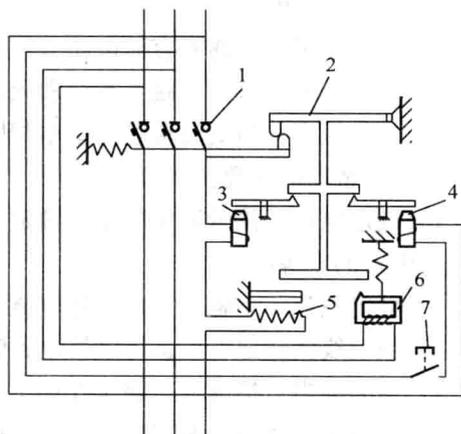

图 1-1-8 低压断路器的结构图
4) 结构：低压断路器主要由触头系统、灭弧装置、脱扣机构、传动机构等组成，如图 1-1-8 所示。其中，脱扣机构又由热脱扣器、欠压脱扣器、分励脱扣器、过电流脱扣器等组成，各脱扣器可以起到不同的保护作用。
① 额定电压：额定工作电压、额定绝缘电压、额定脉冲电压。
② 额定电流：过电流脱扣器的额定电流。